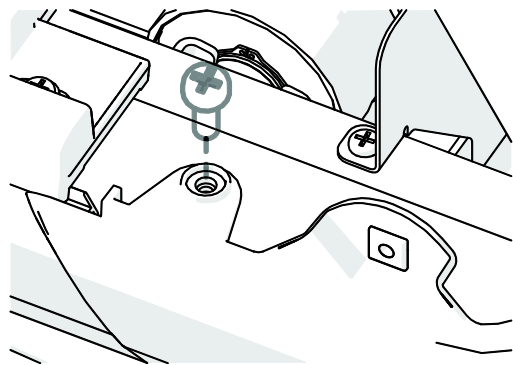

Рисунок 10
1. Установите обе угловые крышки и прикрепите каждую винтом (см. рис. 10).